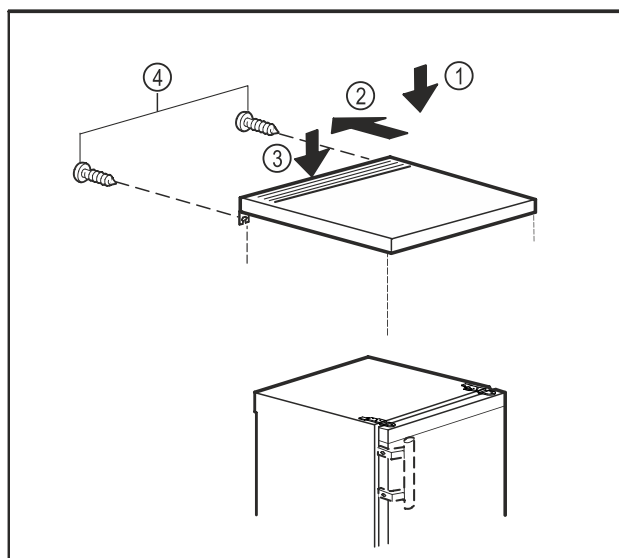

Fig. 19
- ▶ Poser le plateau de la table sur l'appareil. *Fig. 19 (1)*
- ▶ Pousser le plateau de la table vers l'arrière. *Fig. 19 (2)*
- ▶ Appuyer le plateau de la table à l'arrière vers le bas. *Fig. 19 (3)*
- ▶ Serrer les vis à l'arrière. *Fig. 19 (4)*